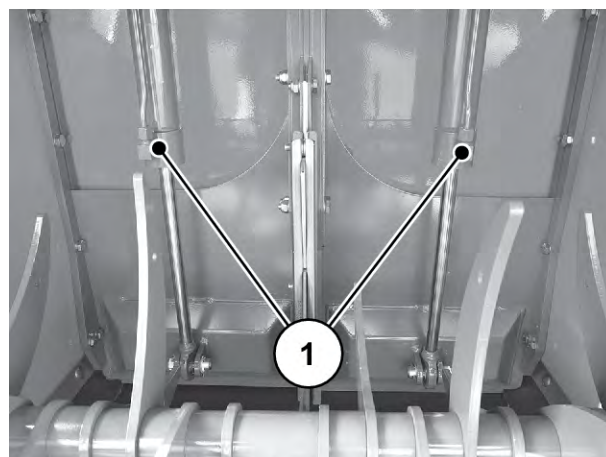

Fig. 101: Hydraulikcylinder fordoseringsspjæld
- fordoseringsspjældets hydraulikcylinder Fig. 101 *Hydraulikcylinder fordoseringsspjæld*